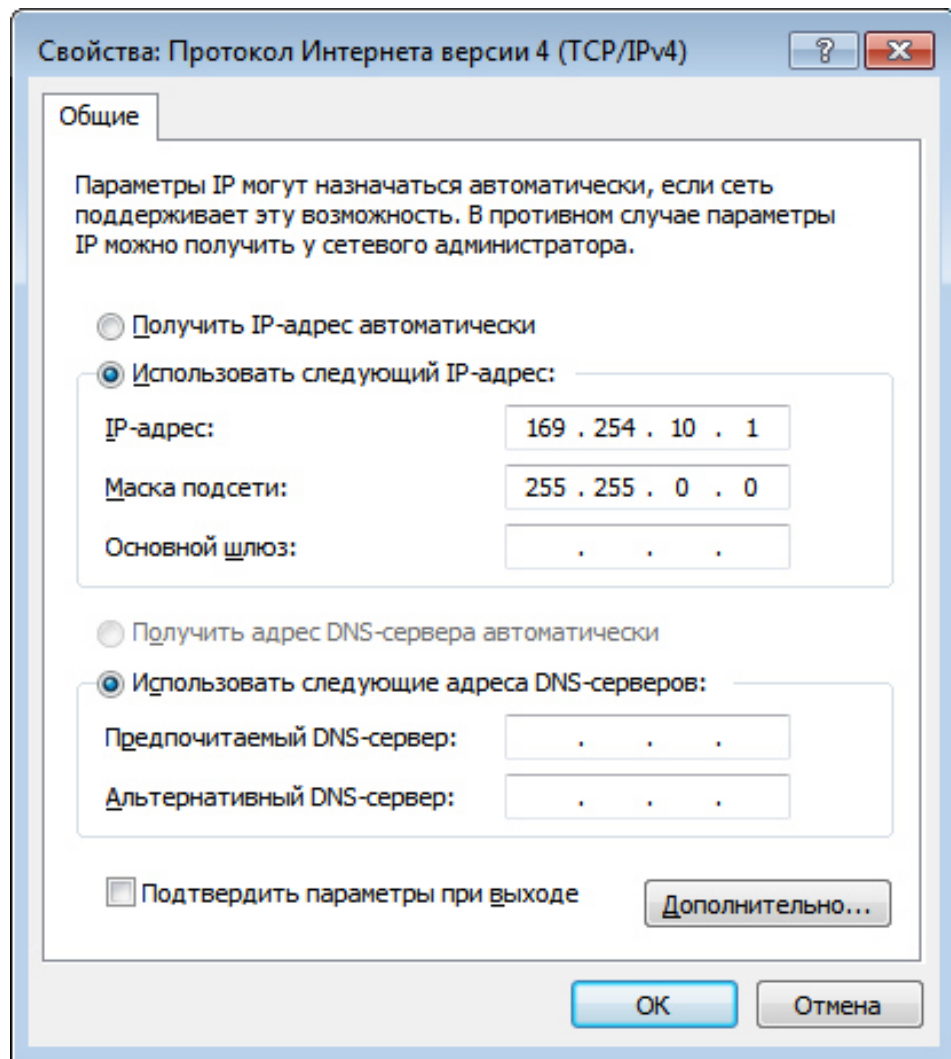

Рисунок 2.12 - Настройка IP-адреса подключенного устройства
3. В окне свойств протокола необходимо во вкладке **Общее** выбрать графу "Использовать следующий IP-адрес" и ввести необходимые IP-адрес и маску подсети (рисунок 2.12). Нажать кнопку "ОК".